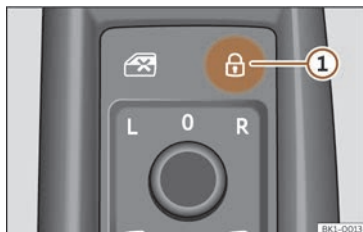

Fig. 85 Na porta do condutor: conmutador do peche centralizado.
- Bloquear: prema o botón  >>> **fig. 85**.
- Desbloquear: prema outra vez o botón  >>> **fig. 85**.